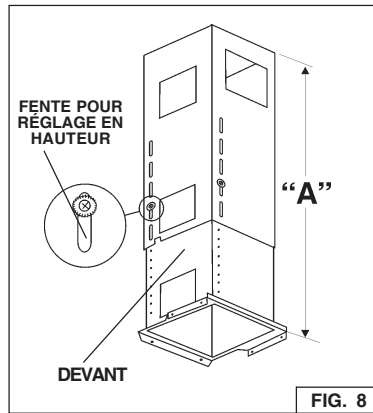

FIG. 8
- Enlever les (4) vis et rondelles des fentes de réglage de hauteur. Figure 8.
- Régler la longueur générale de la structure de support selon le graphique. Figure 8.
- Remettre en place les (4) vis et rondelles dans les fentes de réglage de hauteur. Figure 8.